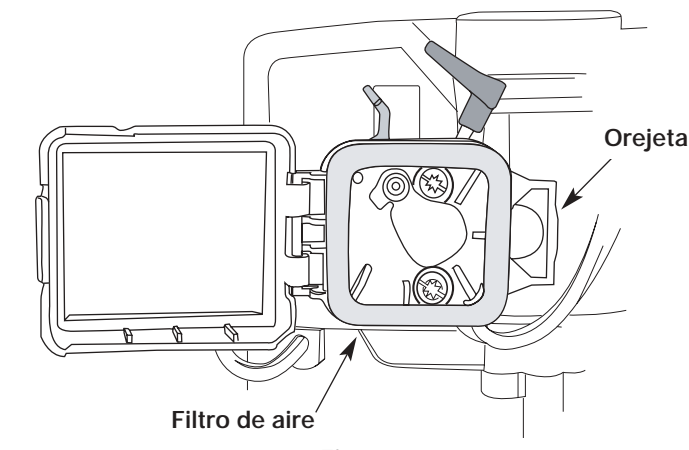

Fig. 8
2. Gire la tapa del filtro de aire para abrirla. Girará en las bisagras ubicadas a la izquierda de la tapa (Fig. 8).
3. Saque el filtro de aire (Fig. 8).